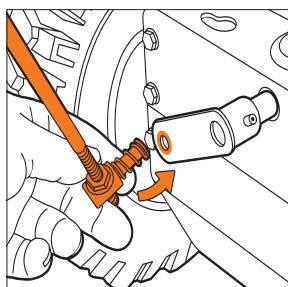
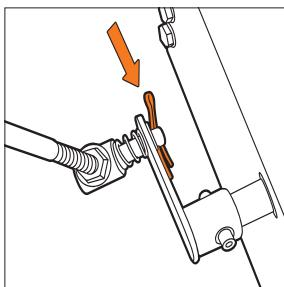

Рис. 30
Рис. 31
- Подсоедините штангу к кронштейну привода передач на корпусе снегоуборочной машины (Рис. 30) и защиплите ее (Рис. 31).